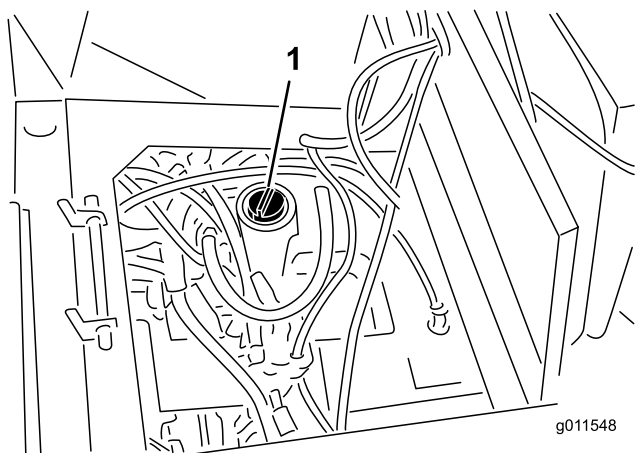

Figura 12
3. Pulite attorno al collo del bocchettone e del tappo del serbatoio idraulico (Figura 12). Togliete il tappo dal collo del bocchettone.